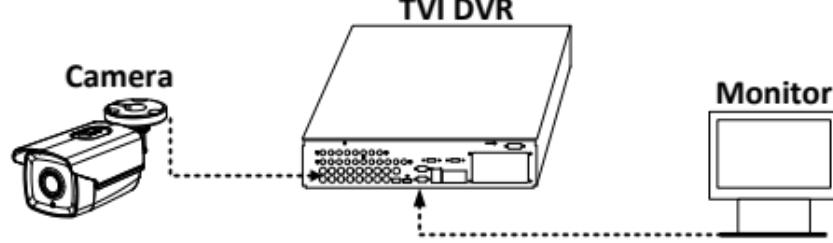

Figure 3-1 接続
1. カメラを TVI DVR とモニターに接続します (図 3-1 参照)。